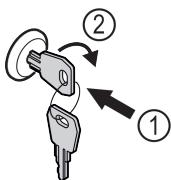

Fig. 172 例图
- ▶ 按入钥匙 Fig. 172 (1)。
- ▶ 将钥匙顺时针转动 90° Fig. 172 (2)。